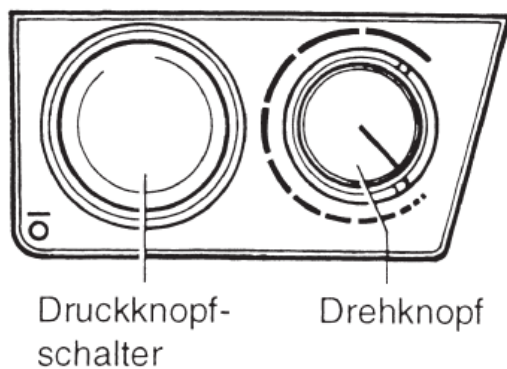

Abb. 3
- Gerätestecker in die Steckdose einstecken, und Druckknopfschalter mit dem Daumen einschalten (Abb. 3 und 4).